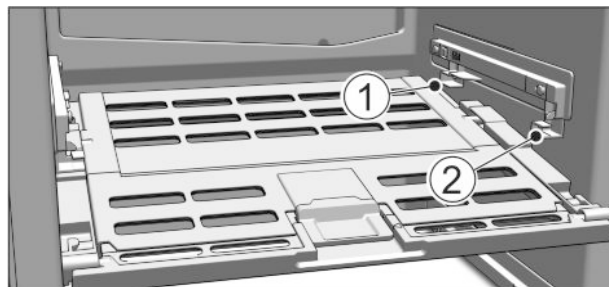

Fig. 73
► Nasazení víka přihrádky na ovoce a zeleninu: Výstupky víka zaveďte zdola do zadních držáků Fig. 73 (1) a vpředu zaklesněte do držáku Fig. 73 (2).